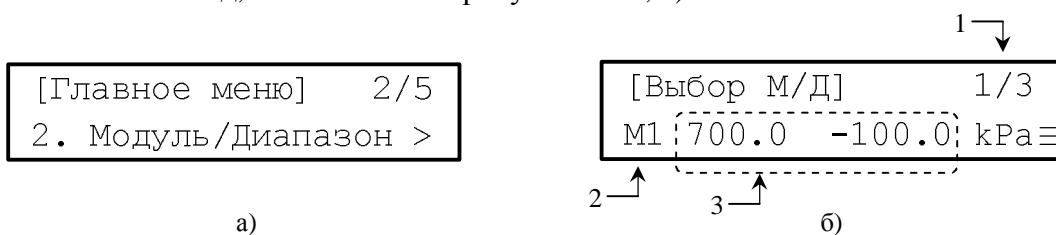

Рисунок 2.7.1
Вход в режим выбора модуля и диапазона осуществляется кнопкой ► (либо ) . В данном режиме на экране отображается имя текущего активного модуля (2), текущий диапазон (3) и номер модуля (диапазона) из общего количества доступных модулей (диапазонов) (1) (рис. 2.7.1, б). Войдя в режим редактирования с помощью кнопки ◀ (либо ) , необходимый модуль и диапазон выбирается из списка кнопками ▲, ▼ (либо ) . Повторное нажатие кнопки ◀ (либо ) выводит из режима редактирования с сохранением выбранного параметра.